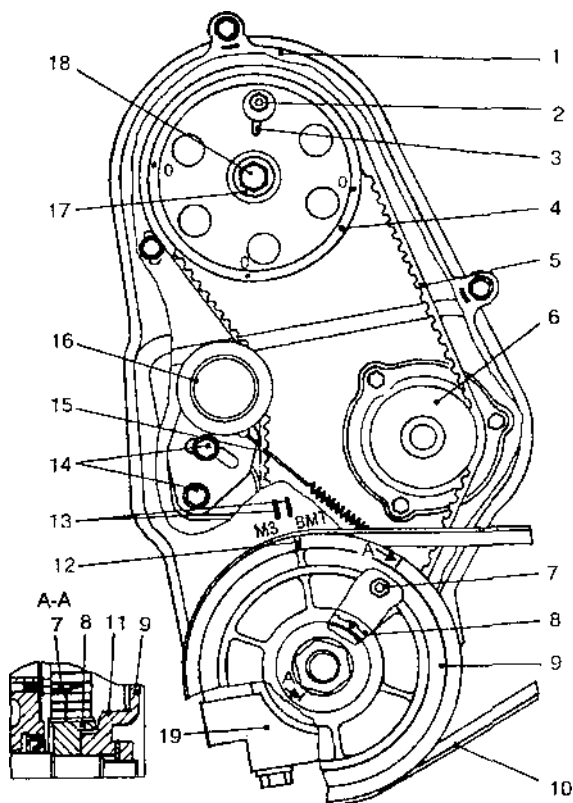

Рис. 2.6.1. Привод распределительного вала.
14. Снять верхний кожух плоскозубчатого ремня и совместить установочные болты с метками на ведомом и ведущем шкивах привода распределительного вала (рис. 2.6.1).
Внимание. Установку ремня проводят при совмещении метки 11 (рис. 2.6.1.) шкива привода генератора с установочным болтом 7 и метки 3 на ведомом шкиве распределительного вала с установочным болтом 2.